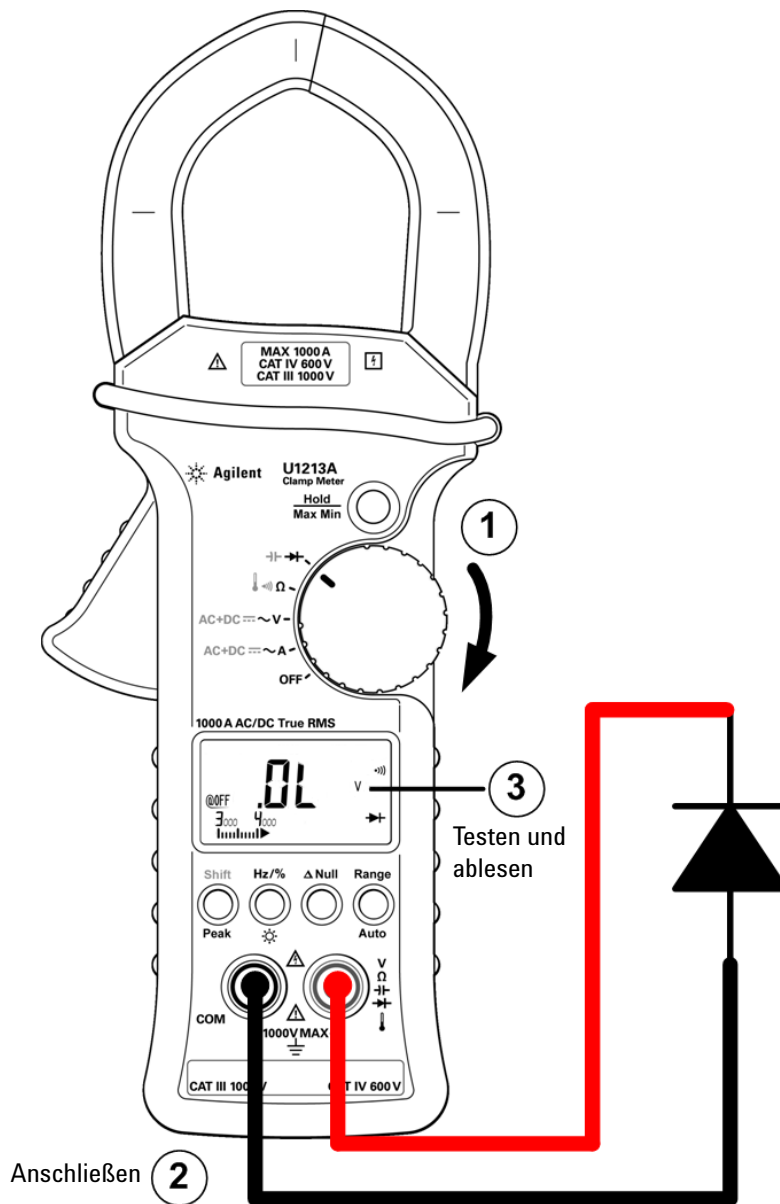

Abbildung 2-6 Diodenmessung (Sperrvorspannungsmodus)
- 4 Tauschen Sie die Messleitungen aus, und messen Sie die Spannung über die Diode noch einmal (siehe Abbildung 2-6 auf Seite 27). Beurteilen Sie die Diode nach den folgenden Richtlinien: